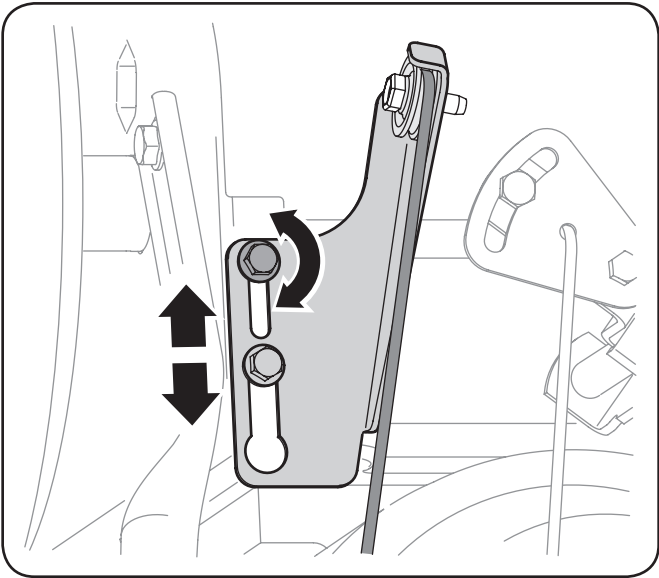

Figure 6-6
2. Desserrez le vis à six pans inférieur sur le support du câble de la transmission. Voir la Figure 6-6.